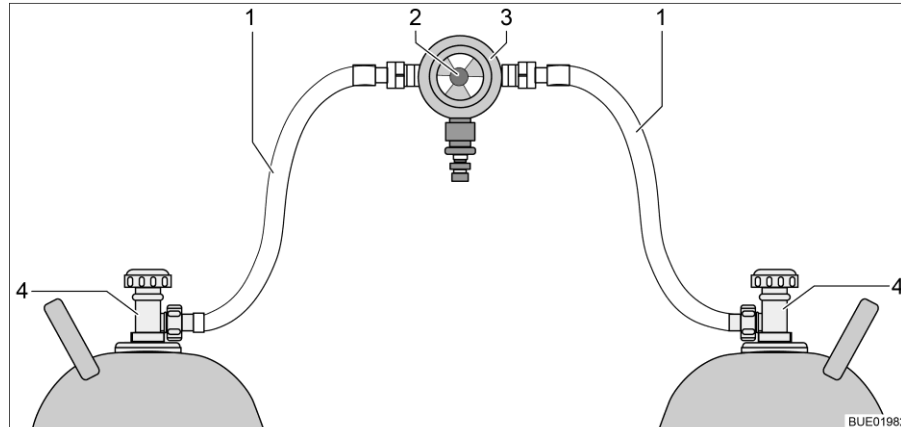
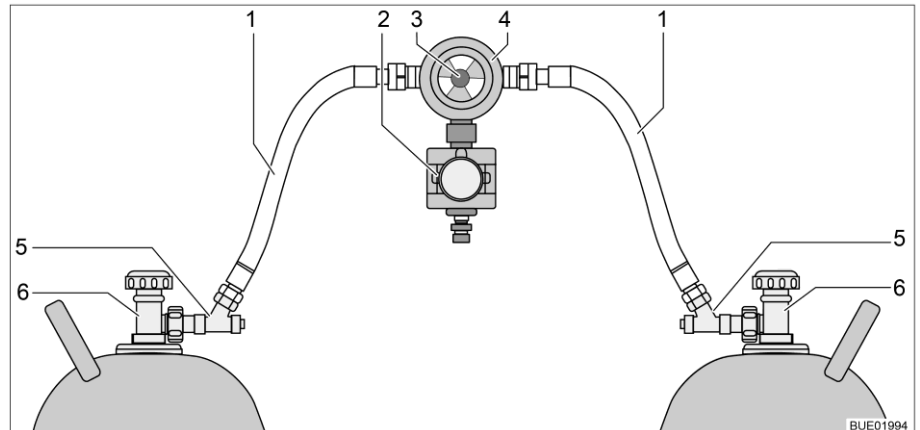

Fig. 194 Impianto di commutazione per bombole del gas
Fig. 195 Impianto di commutazione per bombole del gas con CPU
L'impianto di commutazione per bombole del gas è formato da un regolatore di pressione del gas combinato con valvola di commutazione e indicazione (Fig. 194,3). L'impianto di commutazione per bombole del gas è montato tra i due tubi del gas (Fig. 194,1).
L'impianto di commutazione per bombole del gas è formato da un regolatore di pressione del gas combinato con valvola di commutazione e indicazione (Fig. 195,4) e una elettrovalvola (Fig. 195,2). In caso di frenata brusca, incidente o inclinazione straordinaria, l'elettrovalvola blocca l'alimentazione del gas al veicolo. L'impianto di commutazione per bombole del gas è montato tra i due tubi del gas (Fig. 195,1) con dispositivi antirottura del tubo flessibile (Fig. 195,5).
L'impianto di commutazione per bombole del gas garantisce una pressione del gas costante, indipendentemente da quale bombola provenga l'alimentazione del gas. L'indicatore nella valvola di commutazione indica il livello di riempimento della bombola in uso. Se l'indicatore è verde, il rifornimento di gas viene fatto dalla bombola in uso. Quando l'indicatore è rosso, la bombola in uso è vuota. Il rifornimento di gas avviene poi tramite la bombola di riserva. Con la manopola (Fig. 194,2 o Fig. 195,3) sull'impianto di commutazione per bombole del gas è possibile stabilire quale delle bombole del gas viene utilizzata come bombola in uso e quale come bombola di riserva.
Sulla centralina di controllo (Fig. 196) possono venire azionate solo le funzioni elettriche. Le valvole principali di arresto delle bombole del gas (Fig. 194,4 o Fig. 195,6) devono essere aperte manualmente.
- Aprire le valvole principali di arresto delle bombole del gas (Fig. 194,4 o Fig. 195,6).
- Premere i dispositivi antirottura del tubo flessibile (Fig. 195,5) uno dopo l'altro per 10 secondi.
- Con la manopola (Fig. 194,2 o Fig. 195,3) sull'impianto di commutazione selezionare la bombola del gas, da cui deve provenire la principale alimentazione del gas (bombola in uso).
- Chiudere le valvole principali di arresto delle bombole del gas (Fig. 194,4 o Fig. 195,6).